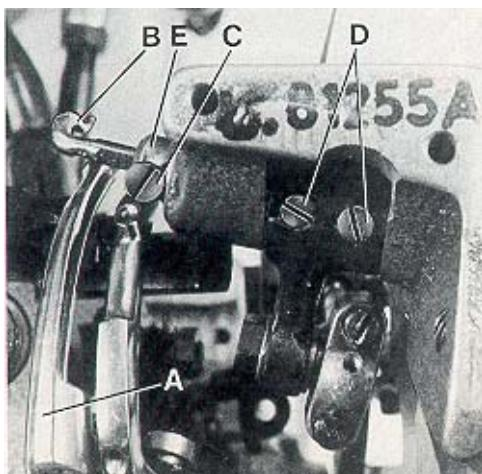

Fig.11
Viewed from the left end of the machine the thread retainer (B, Fig. 11) should pass as close as possible on the left side of lower looper (A) when swinging upward without contacting it.
Vom linken Ende der Maschine aus gesehen soll der Fädenholer (B, Fig. 11) beim Schwenken nach oben so dicht wie möglich an der linken Seite des Untergreifers (A) vorbeigehen, ohne diesen zu berühren.
After loosening screw (C, Fig. 11) the thread retainer (B) can be moved to the left or right. Retighten screw on the flat of the thread retainer shank.
Nach Lösen der Schraube (C, Fig. 11) kann der Fädenholer (B) nach links oder rechts verschoben werden. Ziehen Sie die Schraube wieder auf der Befestigungsfläche des Fädenholerschaftes an.